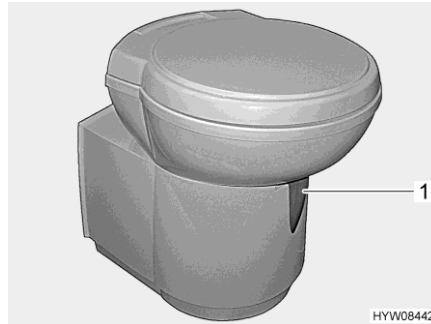

Fig. 217 Taza del inodoro Thetford (basculable)
- Antes del lavado, abrir la corredera del inodoro Thetford. Para ello, empujar la palanca de corredera (Fig. 217,1) en sentido contrario a las agujas del reloj.